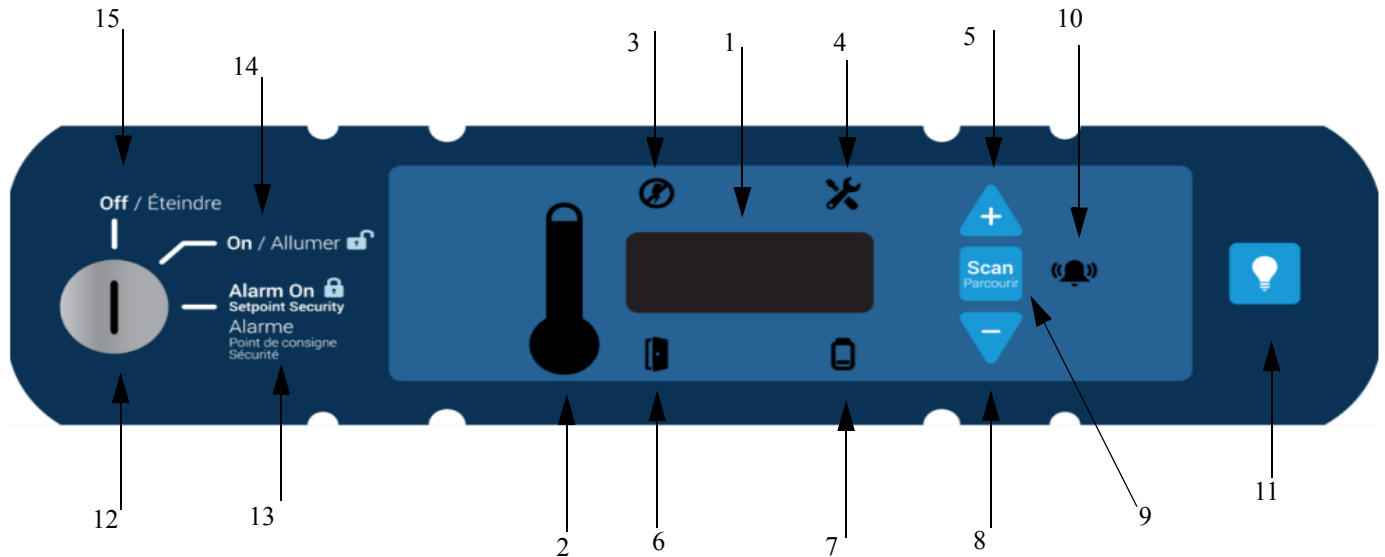

Abbildung 12. Bedienfeld des Kühlschranks
Das Bedienfeld befindet sich im rechten oberen Bereich Ihres Blutkonservenkühlschranks. Mithilfe der drei Drucktasten (5, 8 und 9 in *Abbildung 12*) kann die Temperaturanzeige (1) verändert bzw. die Temperatur und Alarmsollwerte gemäß *Kapitel 9.3* eingestellt werden. Die Thermometeranzeige (2) verschafft einen schnellen visuellen Überblick über die aktuelle Temperatur im Innenraum sowie die Alarmbedingungen.